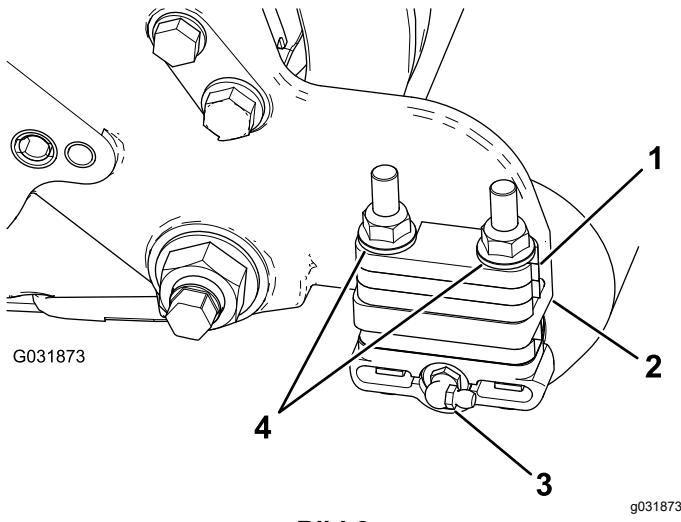

Bild 8
2. Befestigen Sie den 90°-Schmiernippel so, dass er nach hinten zeigt (Bild 8).
3. Entfernen Sie die zwei Bundmuttern und Scheiben, mit denen jede Rollenhalterung an den Seitenplatten befestigt ist (Bild 8).